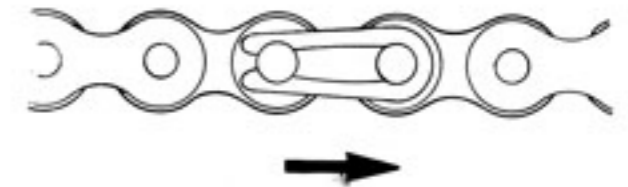

Fig. 3
- Placer la chaîne sur le pignon double (attention au sens de montage de l'attache rapide si la chaîne a été déposée, Fig. 3).